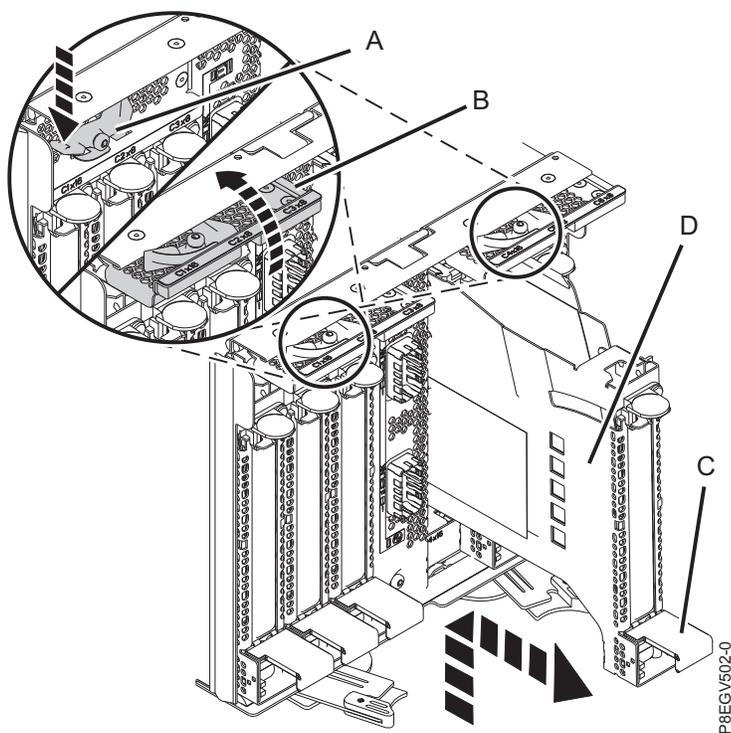

図 5. PCIe アダプター・カセットの取り外し
- a. 6 ページの図5 に示す方向にラッチ・レバー (A) を押して、両方のラッチ・ドア (B) を解放します。ラッチ・ドア (B) は、6 ページの図5 に示す方向に自動的に回転します。
- b. 6 ページの図5 に示すように、カセット・ハンドル (C) を持ち上げ、カセット (D) をそのスロットから引き出します。